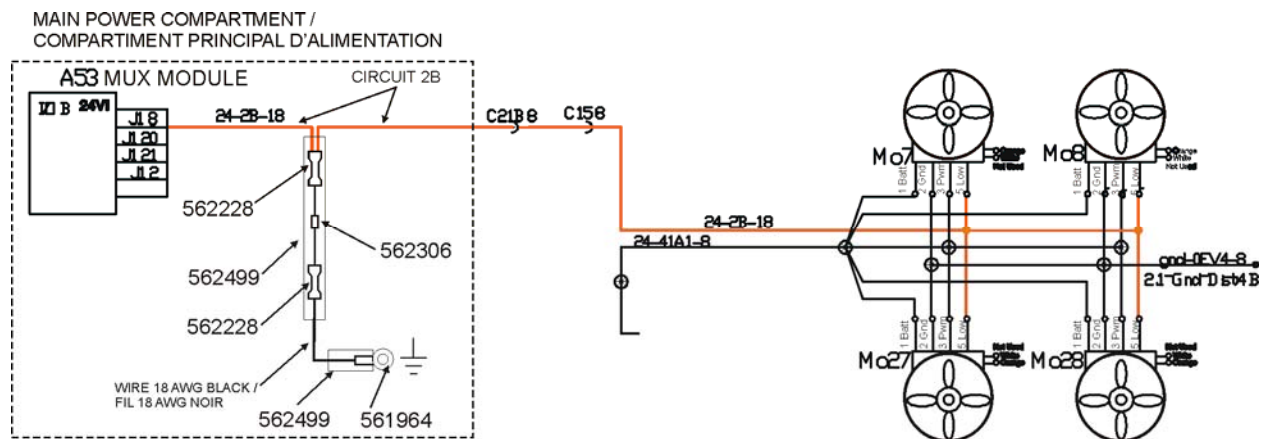

FIGURE 2
2. Dans le compartiment principal d'alimentation, ajouter une résistance de 3650Ω en parallèle entre le circuit 2B et une borne de mise à la masse tel que montré à la figure 2.